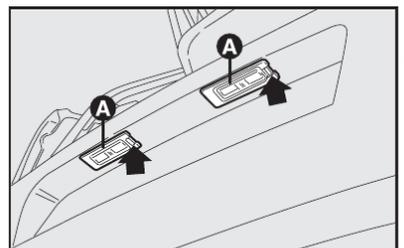
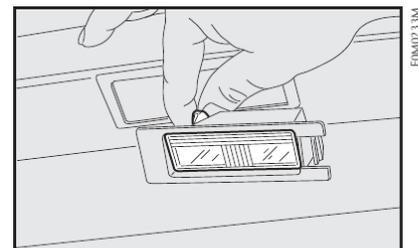

fig. 24
fig. 25
LUZES DE PLACA - fig. 24 e fig. 25
- Agir no ponto indicado pela seta com uma chave de fenda, cuidando para não arranhar a pintura e remover o grupo transparente **A-fig. 24**;
- substituir a lâmpada **fig. 25** desvinculando-a dos contatos laterais e certificando-se de que a nova lâmpada fique corretamente bloqueada entre os contatos;